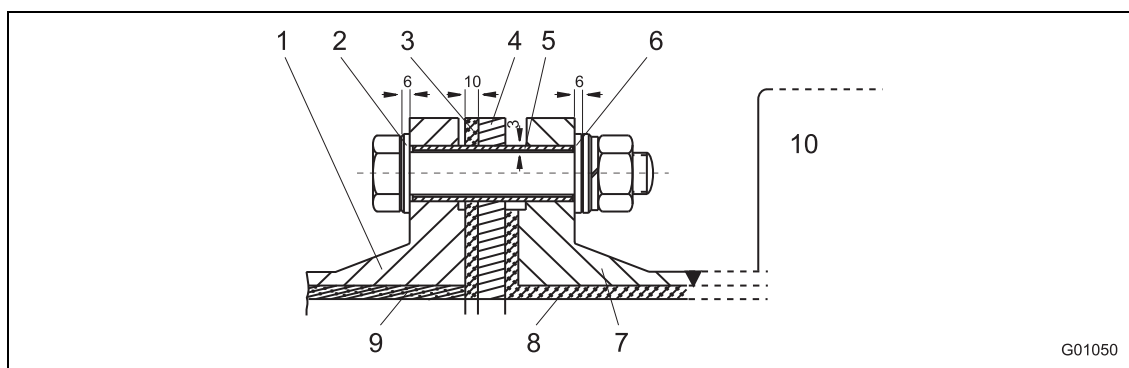
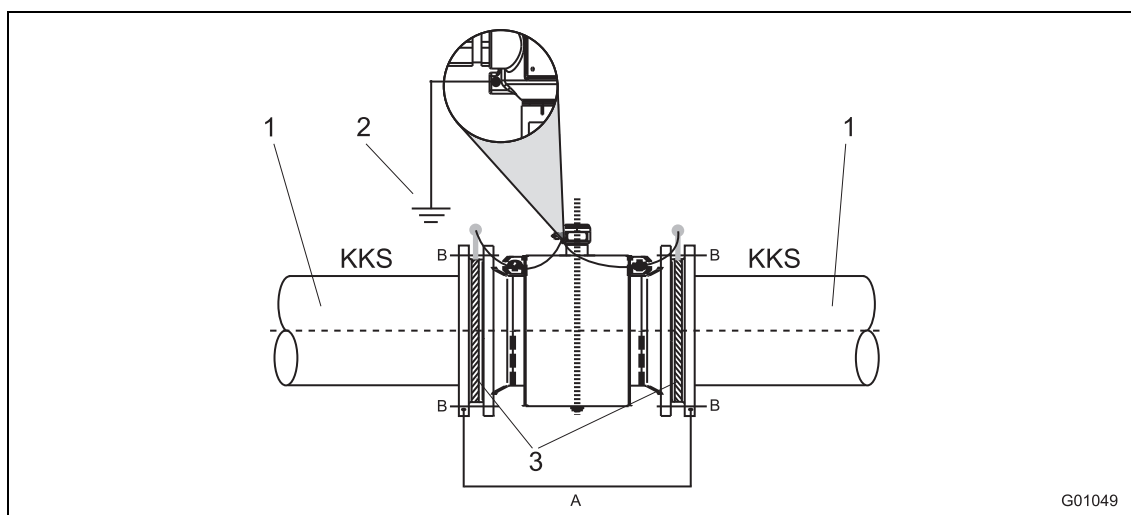

Рис. 30: устройство шпильки
Рис. 31: измерительный датчик с шайбой заземления и функциональной «землей»
- В случае труб, имеющих изолирующую футеровку изнутри и свободных от паразитных токов, электромагнитный расходомер следует встраивать в трубопровод с шайбой перед и после расходомера. Потенциал КАЗ направляется в обход. Шайбы заземления перед и после расходомера присоединены к потенциалу функциональной земли (Рис. 30 / Рис. 31).